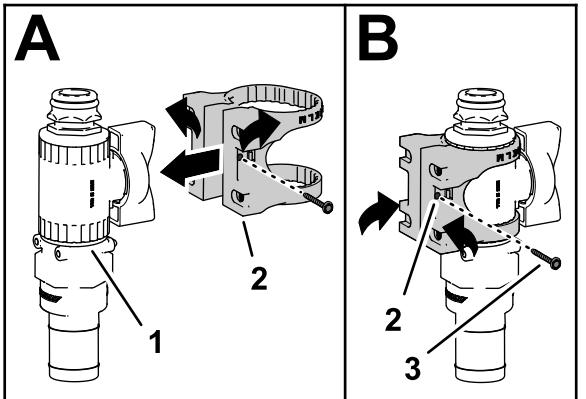

Figura 27
- Monte el soporte de la válvula en la válvula de control, como se muestra en la Figura 27, A.
- Sujete el soporte de la válvula a la válvula de control con el tornillo con arandela prensada (N.º 6), y apriete el tornillo a mano (Figura 27, B).